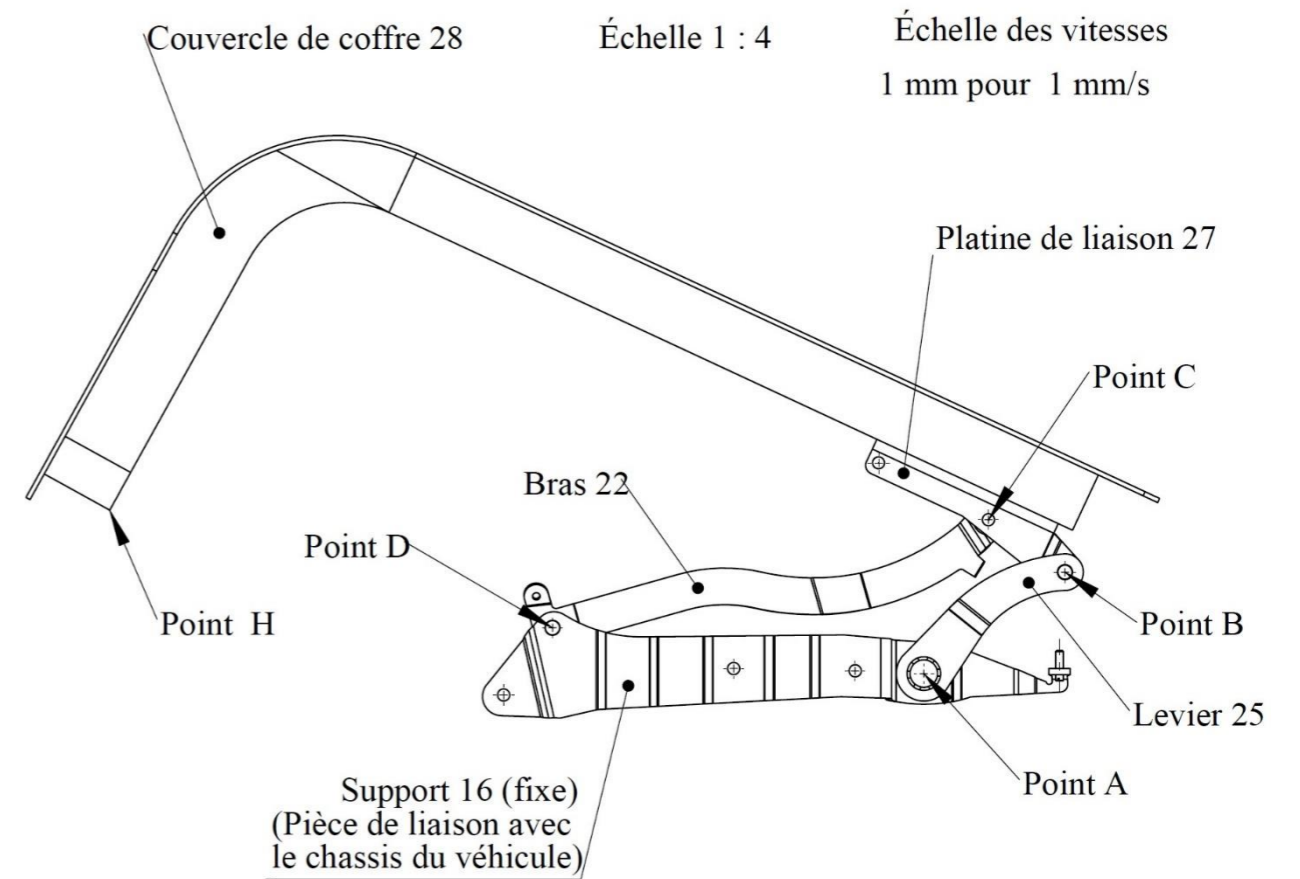

Figure 12 : lors de la fermeture : mécanisme en position quelconque
6.2. Définir ci-dessous, puis tracer sur la **figure 12** les trajectoires suivantes : Trajectoire du point C appartenant à **22** par rapport à **16** et Trajectoire du point B appartenant à **25** par rapport à **16**. **(0,5 point)**
6.3. Déterminer la norme du vecteur vitesse $\vec{V}_{B \in 25/16}$. Le tracer sur la **figure 12**. **(0,5 point)**